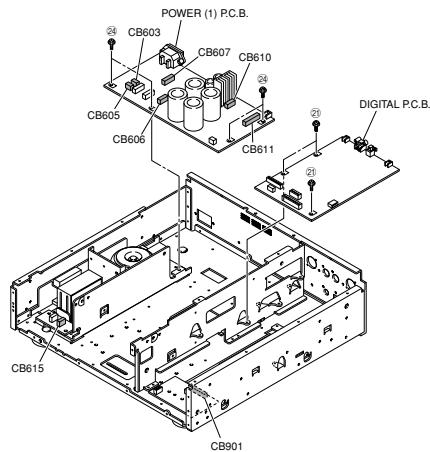

Fig. 8
- a. Remove 3 screws (◎). (Fig. 8)
- c. Remove CB610-611 and CB901. (Fig. 8)
- d. Remove the DIGITAL P.C.B.. (Fig. 8)
**8. Removal of POWER (2) P.C.B.
- b. Remove CB602 and CB604. (Fig. 8)
- c. Remove the POWER (2) P.C.B.. (Fig. 8)
9. Removal of POWER (1) P.C.B.
- c. Remove 4 screws (◎). (Fig. 8)
- c. Remove CB603, CB605-607 and CB615. (Fig. 8)
- d. Remove the POWER (1) P.C.B.. (Fig. 8)
- a. ◎のネジ3本を外します。 (Fig. 8)
- c. CB610-611, CB901を外します。 (Fig. 8)
- d. DIGITAL P.C.B.を取り外します。 (Fig. 8)
- a. ◎のネジ4本を外します。 (Fig. 8)
- c. CB603, CB605-607, CB615を外します。 (Fig. 8)
- d. POWER(1)P.C.B.を取り外します。 (Fig. 8)